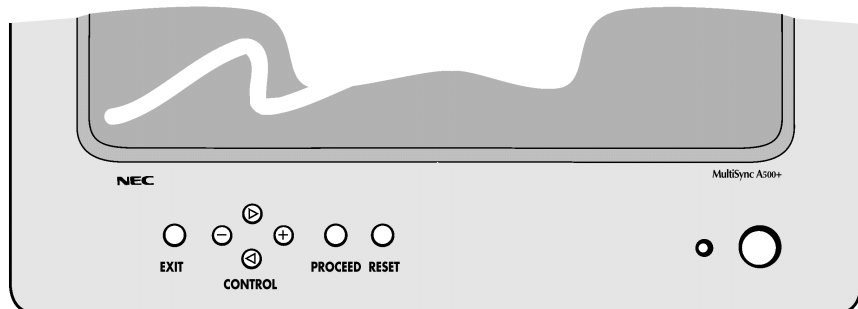

Figure D.1
5. Mettez le moniteur (figure D.1) et votre ordinateur sous tension.